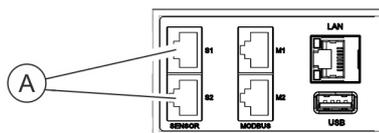

Abb. 25: Sensor-Anschluss S1/S2
- ➔ Stecker vom Sensor für die Umgebungstemperatur in den Anschluss S1 oder S2 an der PDU einstecken (Abb. 25/Ⓐ).